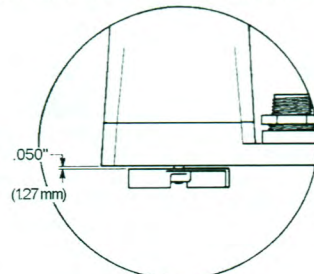

Figure 1
6. If the impeller is removed, make sure that a spacing of .050" (1.27 mm) with shaft pushed toward housing is maintained when reassembling (Figure 1).
- Si la turbine est déposée, s'assurer qu'il existe un jeu de 1,3 mm (0,05 pouce) entre la turbine et le carter lorsque l'arbre est poussé à fond (Figure 1).